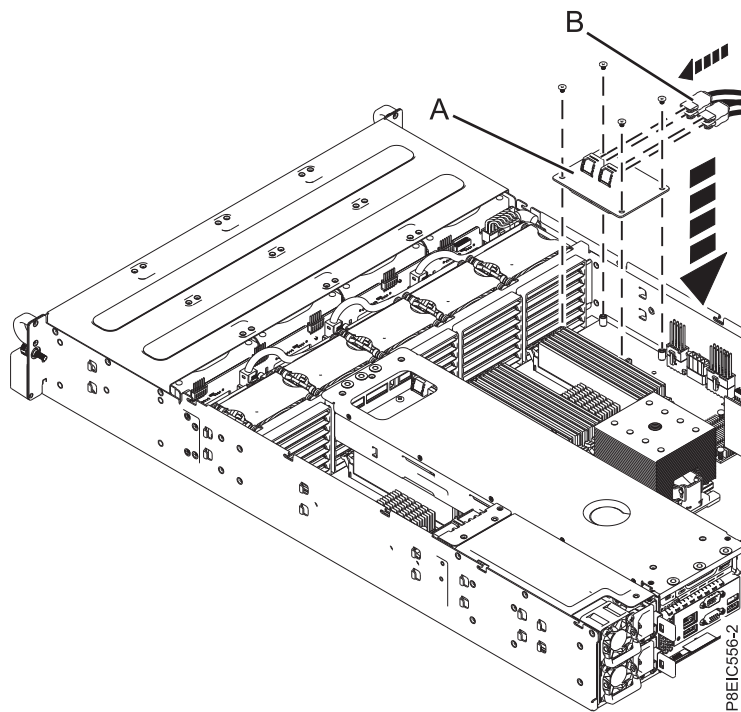

図 41. ストレージ・メザニン・カードの取り替え
2. ストレージ・メザニン・カードをシステム・バックプレーンに固定する 4 本のねじを取り付けて、締めます (38 ページの図 41 を参照)。